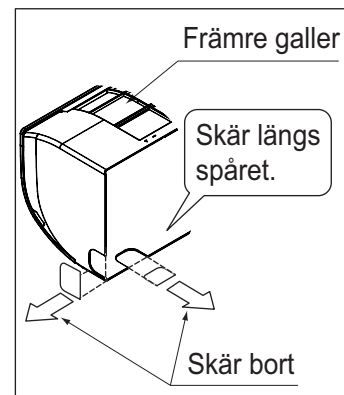

Bild 4
- Om fästskruvarna till installationspanelen (2) används ska du använda minst 4 skruvar på vardera sida (totalt 8 skruvar (klass 15-32), 9 skruvar (klass 40-63)) av rekommenderad installationsplats på det medföljande pappersmönstret vid installation (3).
(3) Om du drar rör åt vänster, botten-vänster, åt höger eller botten-höger skär du ut genomföringshålet för rören i frontgallret. (Se bild 4)